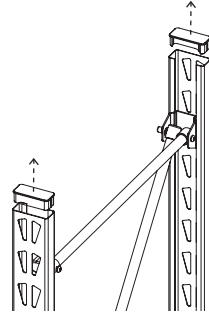
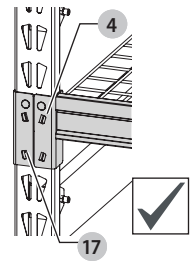

Fig. R.1
Fig. R.3
ADVERTENCIA: A costura que une las estanterías superior e inferior debe estar completamente cubierta por dos (2) soportes de apilamiento o por un soporte de apilamiento y una viga transversal (Fig. R.1, R.2). Si no se cubre completamente la costura con los soportes de apilamiento y las vigas transversales completamente asentadas, la estantería puede colapsar cuando se carga, causando lesiones graves o la muerte. (Fig. R.3, R.4, R.5, R.6)